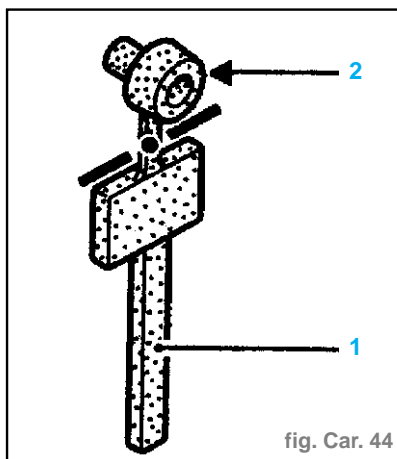
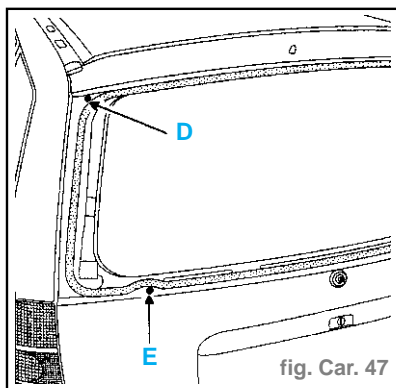

fig. Car. 44
fig. Car. 47
- Ces cales sont en deux parties (fig. Car. 44) :
- la partie (1) assure le positionnement en hauteur et en longueur de la vitre en partie basse et arrière,
- la partie (2) assure le positionnement en profondeur du vitrage.
- la partie (1) assure le positionnement en hauteur de la vitre uniquement en partie basse de la vitre,
- la partie (2) assure le positionnement en profondeur du vitrage dans le cadre du hayon.
- Monter les cales parties (2) dans les trous (E) du hayon et faire reposer la partie (1) sur le bord de la feuillure du hayon. (fig. Car. 47)